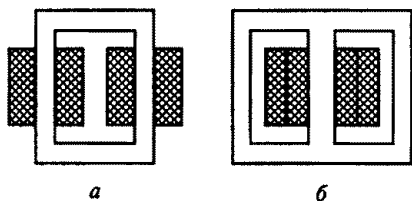

Рис. 171
6.3. Какие трансформаторы изображены на рис. 171?
2. На рис. 171, а стержневого типа, а на рис. 171, б броневое.
3. На рис. 171, а броневое типа, а на рис. 171, б стержневого.